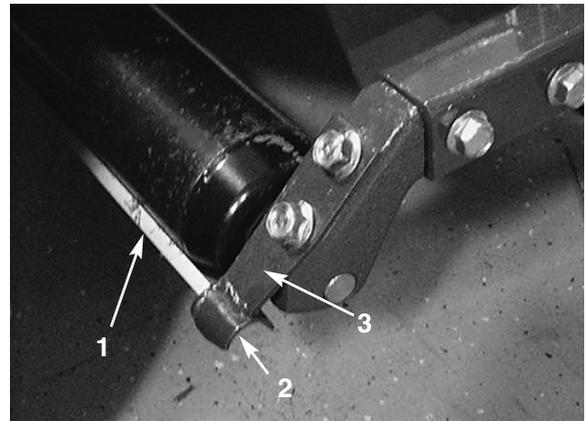

Bild 4
Einstellen des Walzenabstreifers (Bild 4)
1. Lockern Sie die Sicherungsmutter, mit der eine Seite der Abstreiferstange am Walzenabstreiferbügel (Bild 4) befestigt ist. Die gelockerte Stange muss ein Axialspiel von 0,13–0,51 mm aufweisen.